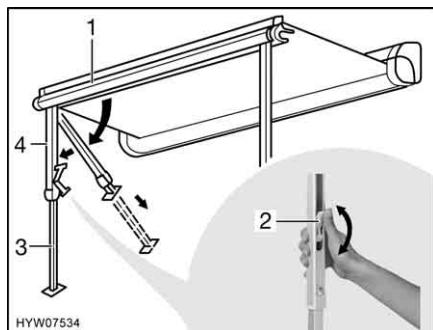

Fig. 8 Installazione dei montanti di supporto
- Rimuovere i montanti di supporto (Fig. 8,4) dal listello anteriore (Fig. 8,1) esercitando una leggera pressione verso l'esterno, quindi ribaltarli e collorci.
- Estrarre la parte inferiore dei montanti di supporto (Fig. 8,3) fino alla lunghezza desiderata.
- Chiudere il bloccaggio presente sui montanti di supporto. A tale scopo, spingere la leva di serraggio (Fig. 8,2) verso l'alto.